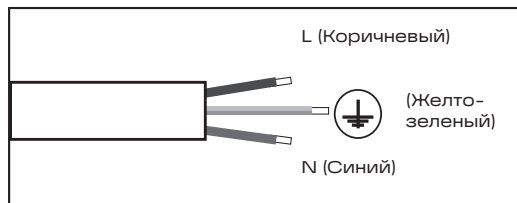

Рис. 4
- Для выполнения электрических подключений обратиться к схеме на рис. 4.